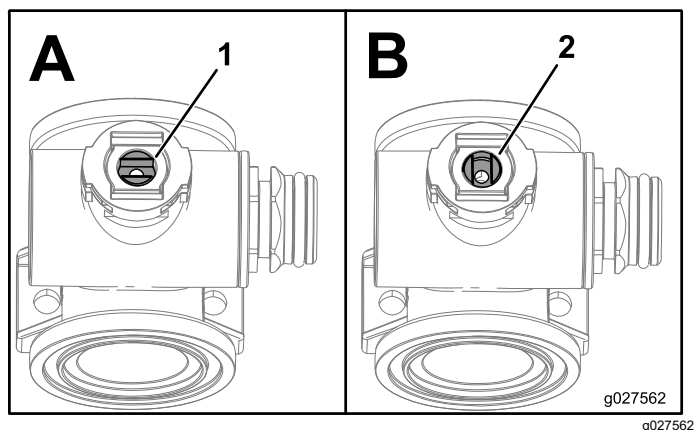

Рисунок 128
3. Поверните шток клапана таким образом, чтобы шарик был в открытом положении (Рисунок 128А).
7. Поверните шток клапана в сборе таким образом, чтобы клапан был закрыт (Рисунок 128В).